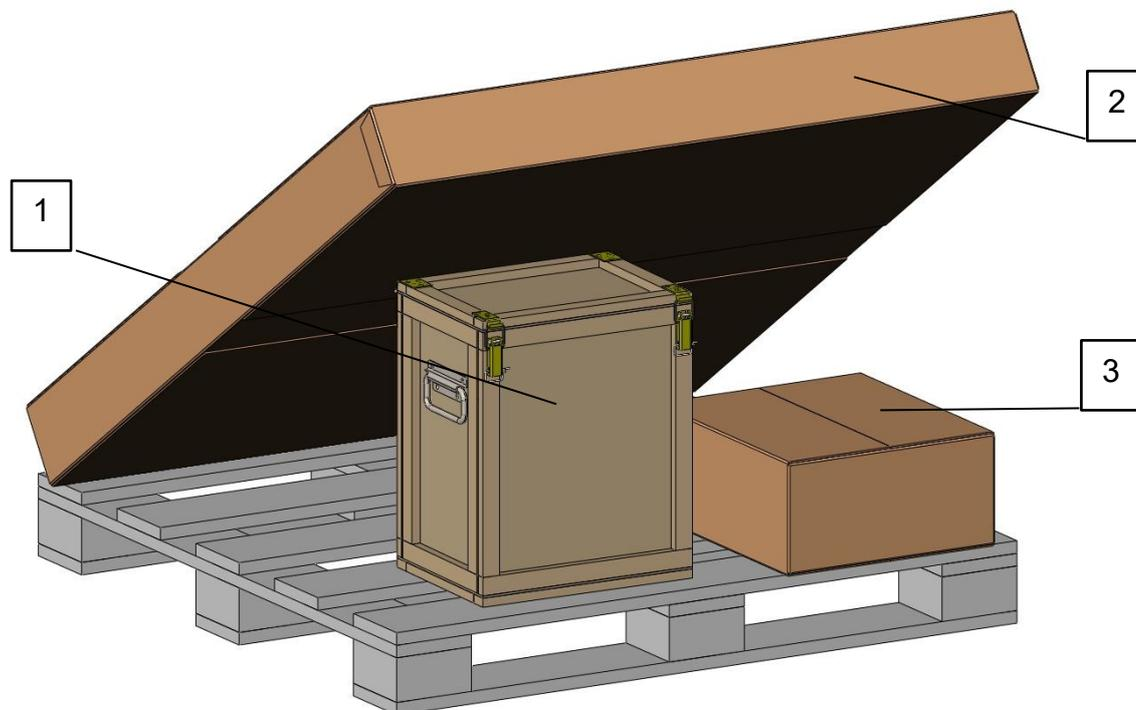

Рисунок 12 - Упаковка изделия
- Ящик фанерный с фурнитурой с габаритами 400x300x500 мм (поз. 1 рис. 12);
- Короб из гофрокартона с габаритами 1250x1400x150 мм (поз. 2 рис. 12).
- Короб из гофрокартона с габаритами 450x400x200 мм (поз.3 рис. 12)